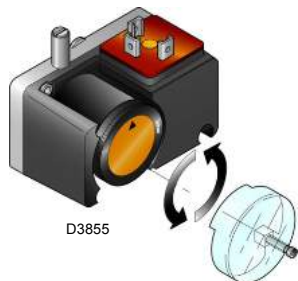

Fig. 22
- Regular el presostato gas de mínima (Fig. 22) en el inicio de la escala.